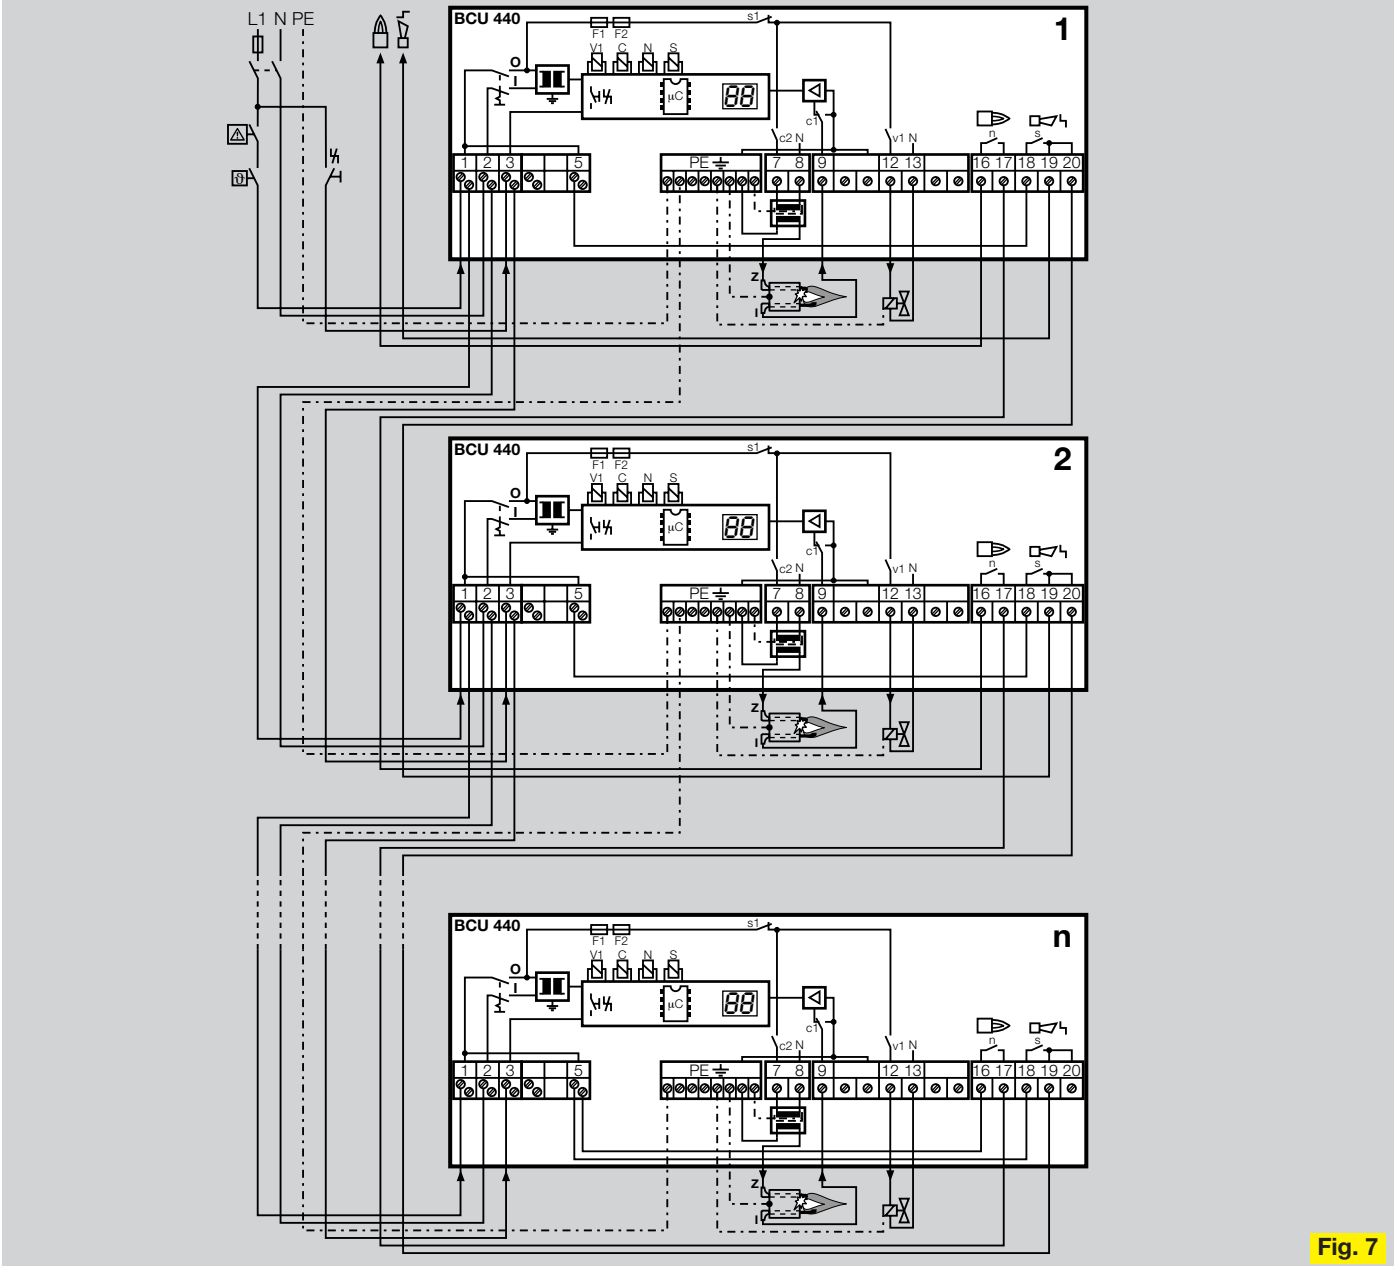

Fig. 7
- Terminals for all incoming and outgoing lines (suitable for zone-by-zone series wiring, Fig. 7).
- Raccordement pour toutes les conduites d'entrée et de départ (conçus pour un branchement en série par zone, Fig. 7).